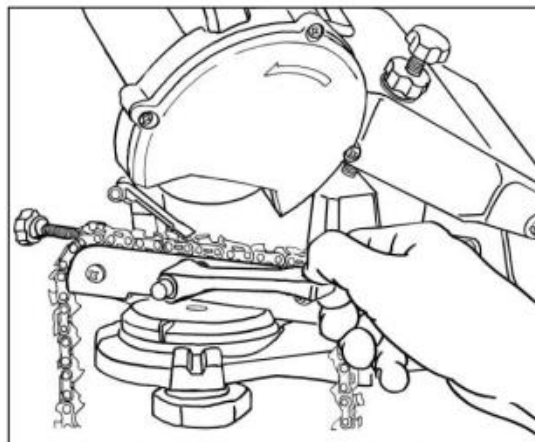

Рис.7 Фиксация цепи
- Зафиксируйте цепь ручкой для затяжки цепи, повернув ее вправо (рис.7).